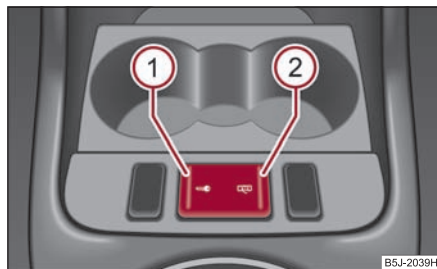

Fig. 37 Tasta închiderii centralizate
- Apăsăți tasta **(1)** ⇒ **fig. 37.** Simbolul din tastă se aprinde.
- Apăsăți tasta **(2)** ⇒ **fig. 37.** Simbolul din tastă se stinge.